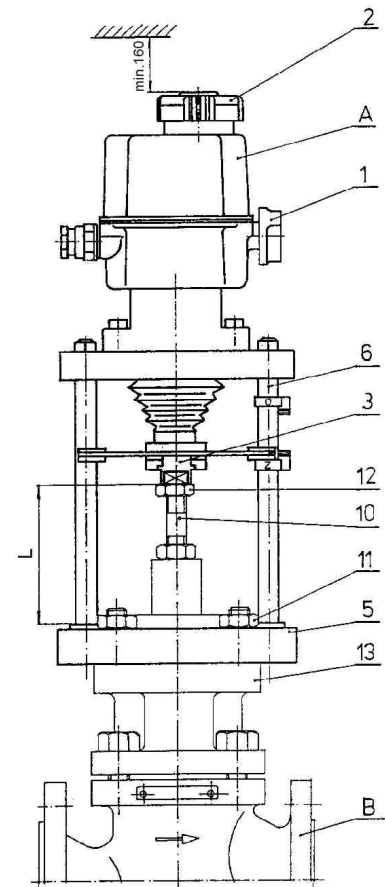

Рис. 5
2.1.4 Механическое присоединение с фланцем типа TGL (рис. 5)
Электрическое подключение осуществляется посредством двух сальниковых концевых втулок M16x1,5 на клеммные колодки с размером клеммы 1,5 мм². Для присоединения и управления прибором предназначена клеммная колодка с шестью клеммами (9) (рис. 5) и для присоединения датчика клеммная колодка с тремя клеммами (10). Для обеспечения разбега электродвигателя прибор оснащен комплектом конденсаторов (8).